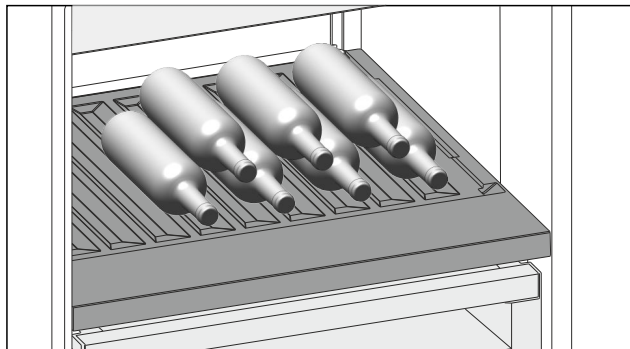

Fig. 117
- ▶ Steklenice vstavite z dnom proti zadnji steni aparata. (glejte Fig. 117)